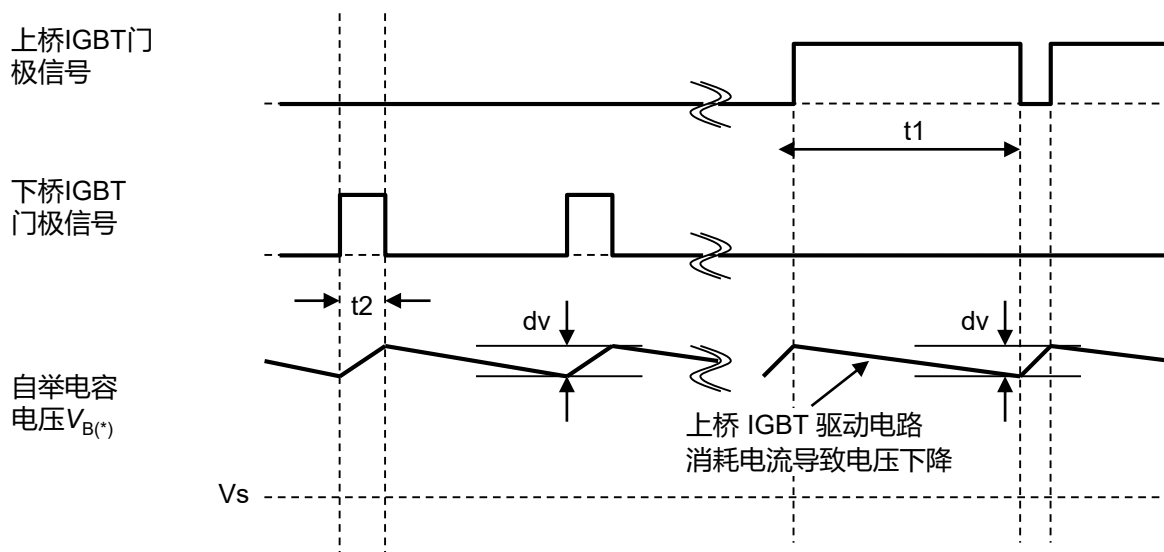

图.3-10 充放电动作的时序图
- \*  $dv$  : 允许放电电压 (参考图.3-10)
在上桥 IGBT 动作, 下桥 FWD 导通的充电模式(时序(图.3-10))中, 上桥的最小关断脉宽设定为能够将上桥导通期间消耗的电流再次充满的时间常数。